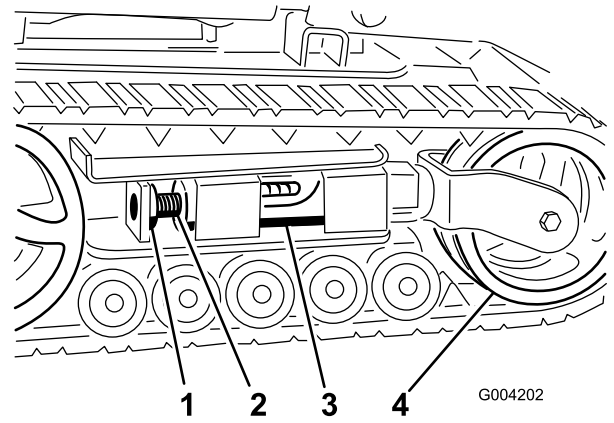
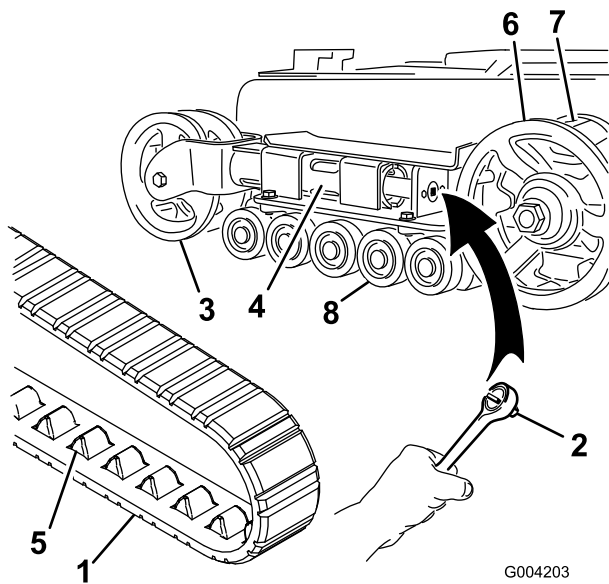
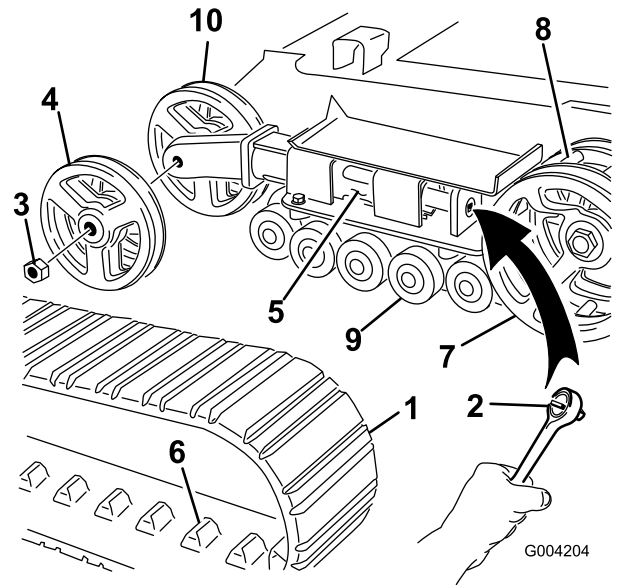

Figure 45
Figure 46
Figure 47
4. Enlevez le boulon et l'écrou de blocage (Figure 45).
6. Alignez l'encoche la plus proche dans la vis de tension avec le trou du boulon de blocage, et fixez la vis avec le boulon et l'écrou de blocage (Figure 45).
Remarque: Les chenilles sont de type étroit si les roues de tension avant sont montées à l'intérieur d'une chape au bout du tube de tension (Figure 46).
5. À l'aide d'un rochet de 1/2", tournez la vis de tension dans le sens horaire pour détendre la transmission (Figure 45 et Figure 46).
6. Poussez la roue de tension vers l'arrière de la machine pour appuyer le tube de tension contre le cadre (Figure 46).
8. Lorsque la chenille est déchaussée, retirez-la du pignon d'entraînement et des galets de roulement (Figure 46).
9. Pour installer la chenille neuve, commencez par l'enrouler autour du pignon, en veillant à ce que les crampons s'engagent correctement entre les dents du pignon (Figure 46).
10. Poussez la chenille sous et entre les galets de roulement (Figure 46).
Remarque: Les chenilles sont de type large si les roues de tension avant sont montées sur les côtés au bout du tube de tension (Figure 47).
5. À l'aide d'un rochet de 1/2", tournez la vis de tension dans le sens horaire pour détendre la transmission (Figure 45 et Figure 47).
6. Poussez la roue de tension vers l'arrière de la machine pour appuyer le tube de tension contre le cadre (Figure 47).
7. Retirez l'écrou de fixation de la roue de tension extérieure et déposez la roue (Figure 47).
8. Déposez la chenille (Figure 47).
9. Retirez l'écrou de fixation de la roue de tension intérieure et déposez la roue (Figure 47).
13. Posez la roue de tension intérieure et fixez-la avec l'écrou retiré précédemment (Figure 47).
15. Posez la chenille neuve en prenant soin que les crampons s'engagent entre les dents au centre du pignon (Figure 47).
16. Posez la roue de tension extérieure et fixez-la avec l'écrou retiré précédemment (Figure 47).
6. Placez le chapeau de galet de roulement sur la tête du boulon (Figure 46).
7. Fixez le chapeau avec le circlip (Figure 46).